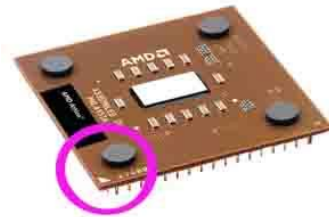

Abbildung 64: CPU mit markierter Ecke [53]
1. Schau dir den Prozessor, Abbildung 64, an. An einer Ecke gibt es eine Markierung, z.B. ein gelbes Dreieck, das angibt, wie herum der Prozessor eingesetzt werden muss.